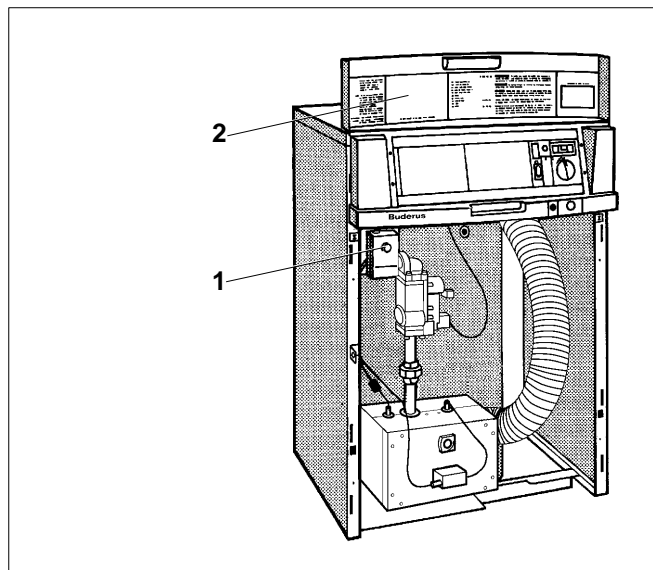

Fig. 25 Vue de face de la chaudière
- Soulever le cache (fig. 25, **pos. 2**) de l'appareil de régulation.
Si le voyant du bouton de réarmement est allumé (fig. 25, **pos. 1**), appuyer sur ce dernier.